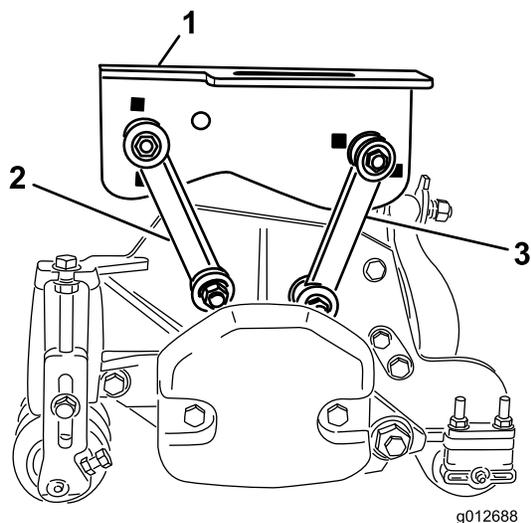

Рисунок 17
- Прикрепите передние монтажные тяги к отверстиям средних несущих рам с помощью болтов (3/8 x 2 1/4 дюйма), двух плоских шайб и контргаек, как показано на Рисунок 17. Во время монтажа установите с каждой стороны тяги по шайбе. Затяните крепежные элементы с моментом 42 Н·м.
- Прикрепите задние монтажные тяги к отверстиям средних несущих рам с помощью болтов (3/8 x 2 1/4 дюйма), 2 плоских шайб и контргаек, как показано на Рисунок 17. Во время монтажа установите с каждой стороны тяги по шайбе. Затяните крепежные элементы с моментом 42 Н·м.